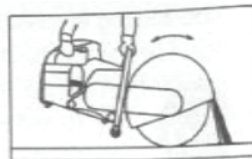

Fig 2
4. Verificarea masinii de taiat portabila înainte de folosire: I. Asigurați-vă că nu există obiecte libere pe dispozitiv sau lângă acesta. II. Cu excepția șuruburilor de reglare a carburatorului, toate celelalte bolțuri, piulițe, șuruburi și capacul rezervorului de combustibil trebuie strânse bine. Asigurați-vă că toate tuburile din cauciuc pentru trecerea uleiului sunt strânse bine și că nu există pierderi. III. Asigurați-vă că discul se rotește uniform, că șnurul demaror poate fi tras și orientat spre spate fără a se încurca. IV. Asigurați-vă că maneta acceleratorului, butonul de blocare completă a acceleratorului, mânerul clapetei de aer, supapa de decompresie și butonul de oprire de urgență funcționează toate bine. V. Asigurați-vă că apărătoarea discului nu prezintă avarii vizibile. Reglați apărătoarea după cum e nevoie, astfel încât scântelele generate în timpul tăierii să fie direcționate departe de operator (ref. Fig. 2).